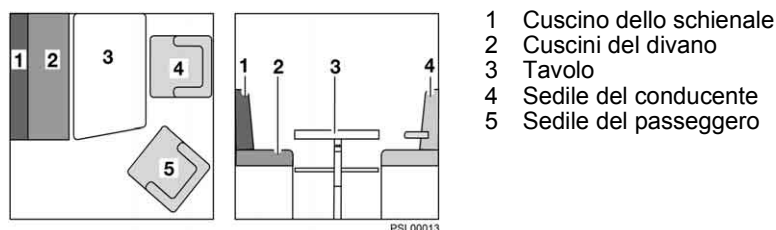

Fig. 49 Prima della trasformazione
- Ruotare il sedile del conducente (Fig. 49,4) con lo schienale verso la porta conducente.
- Ruotare il sedile passeggero (Fig. 49,5) con lo schienale verso la porta passeggero.
- Trasformare il tavolo (Fig. 49,3) in struttura di supporto letto (vedi paragrafo 6.8).